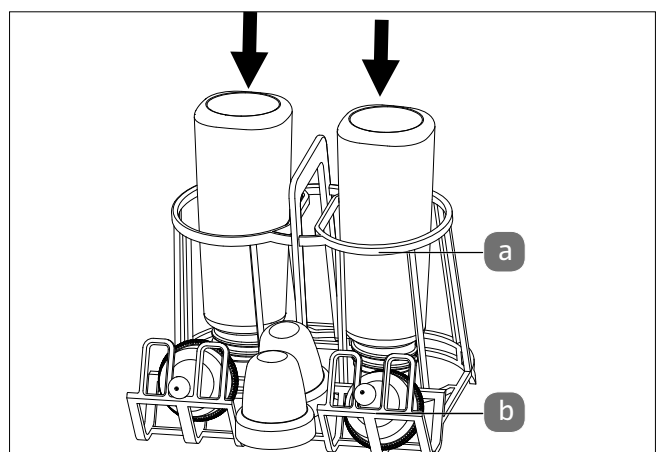

Abb. 21 – Babyflaschenhalter verwenden
Zur Reinigung von Babyflaschen setzen Sie den Babyflaschenhalter (8) in den Geschirrkorb und stellen die Flaschen mit der Öffnung nach unten in die Korböffnung (a) (siehe Abb. 21).